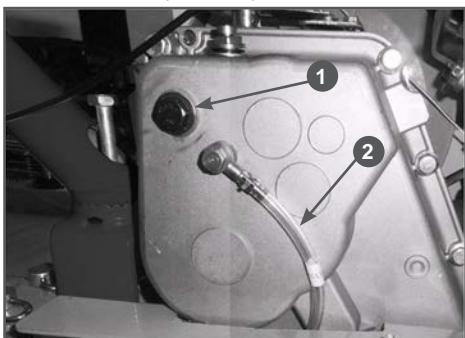

Рис. 23 Заправка масла в коробку передач
3. Открутите пробку 1 маслозаливного отверстия (Рис. 23).
7. Контролируйте уровень масла в коробке передач с помощью специальной трубы 2 (Рис. 23). Уровень масла в коробке передач должен быть по верхнюю метку «MAX» на трубке. Долейте масло до требуемого уровня.